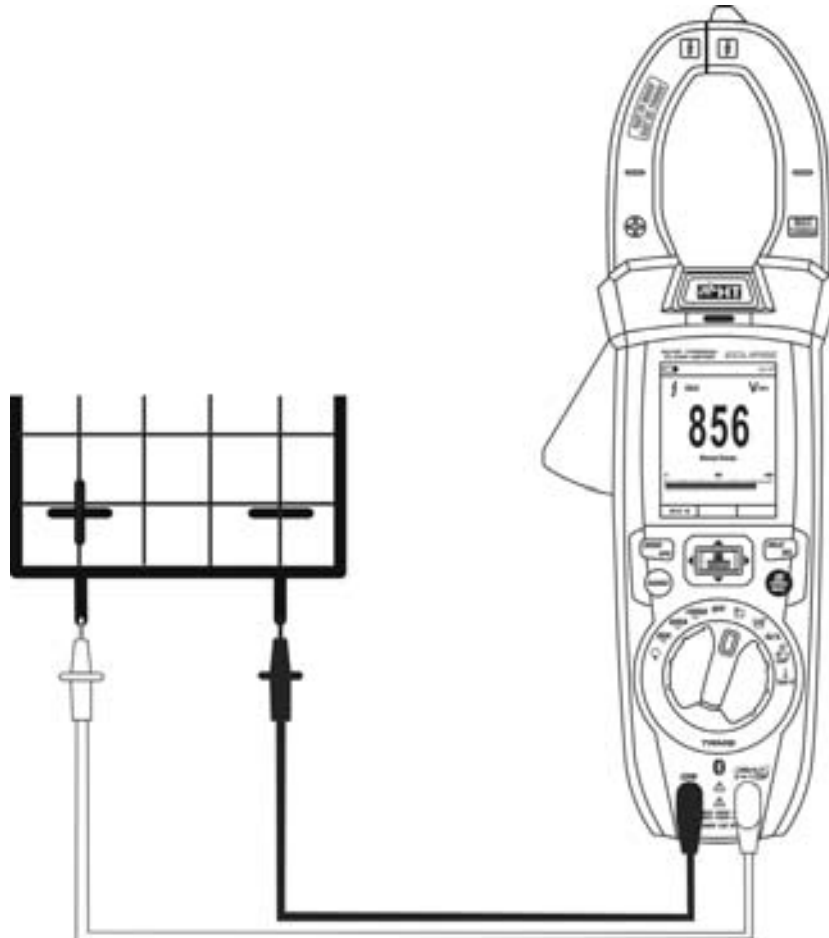

Fig. 23: Uso dello strumento per misura di Tensione DC
4. Posizionare il puntale rosso ed il puntale nero rispettivamente nei punti a potenziale positivo e negativo del circuito in esame (vedere Fig. 23). Il valore della tensione è mostrato a display
6. La visualizzazione del simbolo "-" sul display dello strumento indica che la tensione ha verso opposto rispetto alla connessione di Fig. 23.